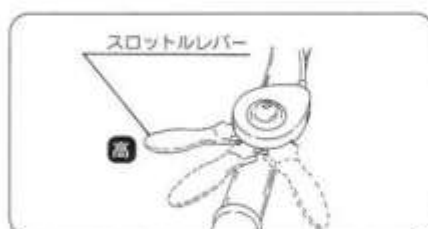

図13
- ① スロットルレバーをゆっくり「高速」位置にします。(図13)